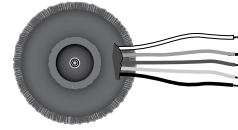

图 5.3 T-170V
**T-170V:** 请参见图 5.3。该自耦变压器可以让 CTs 600/1200 产生 100V 输出，并且可以让没有直接测定电压输出的其他放大器轻松集成到分布式系统中。